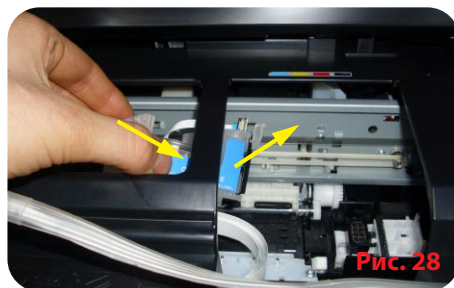

Рис. 28
7.3. Проденьте блок картриджей от СНПЧ под пластиковой перегородкой корпуса принтера. (Рис. 28).